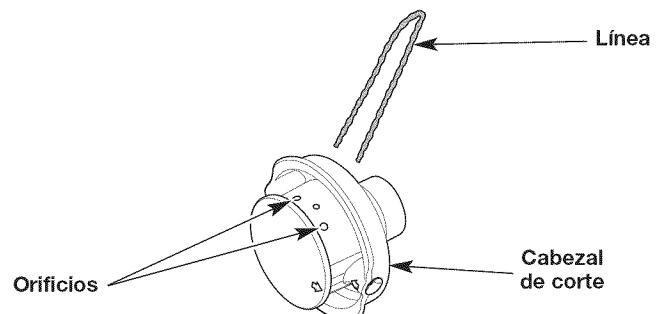
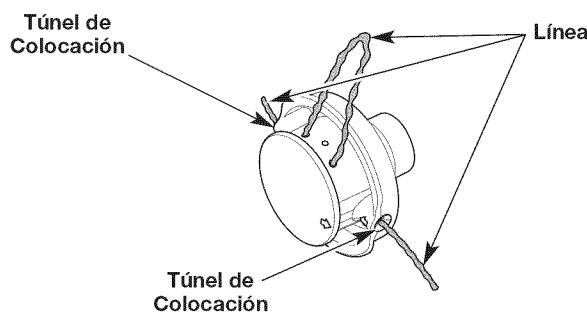

Fig. 12
Fig. 13
- Inserte los extremos de la línea en los orificios circulares grandes ubicados al costado del cabezal de corte (Fig. 12). Empuje la línea a través de los orificios hasta que ambos extremos salgan de los túneles de colocación (Fig. 13).